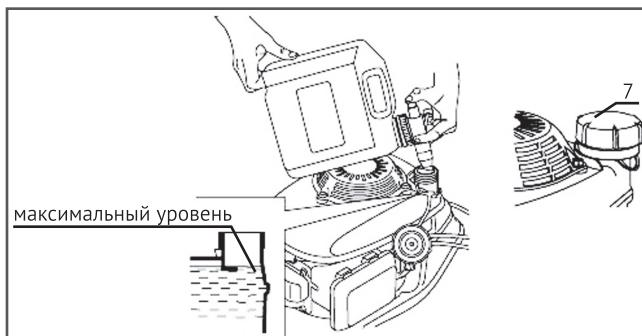

Рис.12
- Для заправки газонокосилки необходимо снять крышку заливной горловины (7) и залить топливо в бак, как показано на Рис. 12. Заливать топливо аккуратно, избегая переполнения и перелива. На горлышке заливной горловины не должно быть подтеков топлива. После заливки топлива, тщательно закрутить крышку бака. При переливании некоторого количества бензина, перед запуском мотора протереть насухо все подтеки топлива.